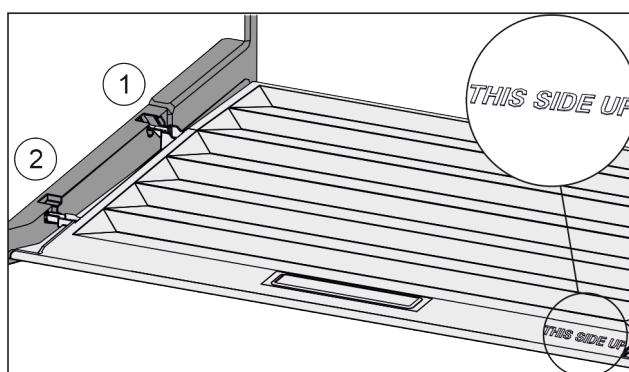

Fig. 129
- Robova predala vstavite nad odprtino zadnjega držala Fig. 129 (1), spredaj pa ju zataknete v držalo Fig. 129 (2).